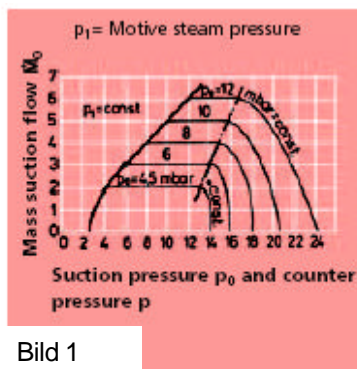

Bild 1
2. En förändring av drivångflödet genom ändring av drivångtrycket (eller med en större dysa) påverkas i första hand det mottryck som strålpumpen skall kunna arbeta mot. En höjning av drivtrycket medför ett högre möjligt mottryck och tvärt om. I bild 1 kommer vid en höjning av drivtrycket den punktstreckade linjen (gränsmottrycket) att förskjutas åt höger.
Bild 1 visar sammanhanget mellan sugflödet (M_0), sugtrycket (p_0) och mottrycket (p) vid ett konstant drivtryck (p_1). Denna bild är endast kvalitativ med införda värden för att öka förståelsen.